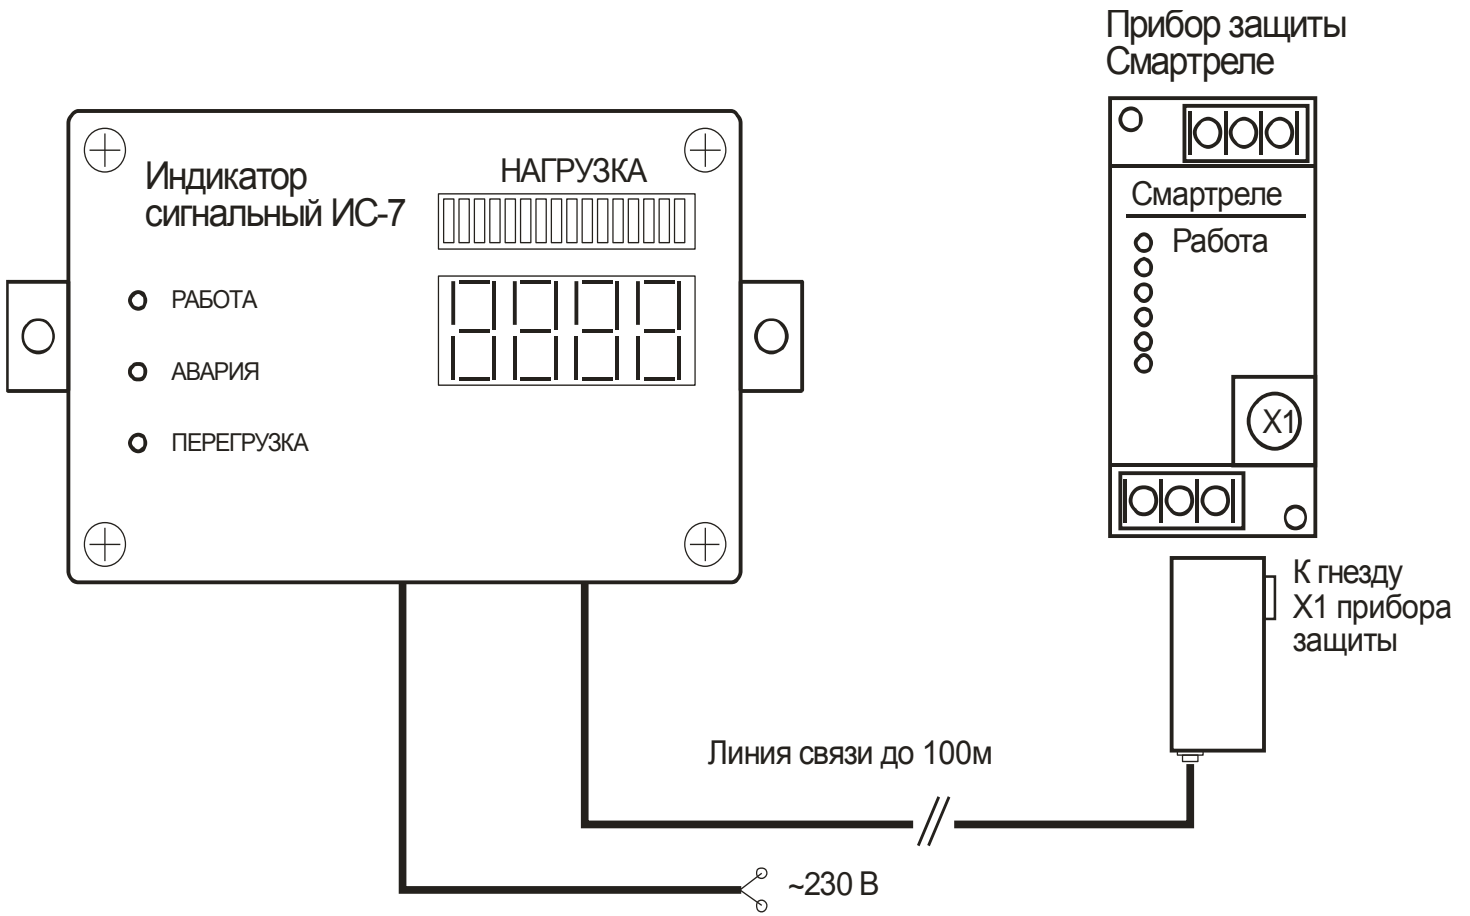

Рисунок 7 – Схема подключения индикатора сигнального ИС7
5.3 Соедините интерфейсный разъем модуля ИС7 с гнездом Х1 (рис. 7) на лицевой панели прибора защиты. Подключите вывод питания модуля к сети переменного тока напряжением 195 – 265 В 50 Гц.